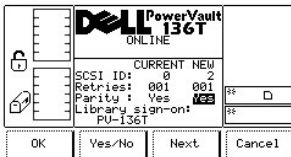

Abbildung 66. Dialogfeld "Setup" > "Library" > "SCSI" > "Parity"
- o Wenn das nächste Feld das Feld **Parity** ist, siehe Abbildung 66.